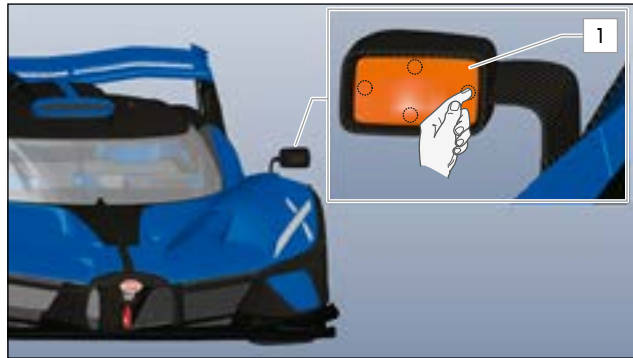

ABB.60 AUSSENSPIEGEL AUF DER FAHRERSEITE
- ▶ Stellen Sie den Außenspiegel 1 (» Abb.60) so ein, dass Sie als Fahrer eine optimale Sicht nach hinten haben.